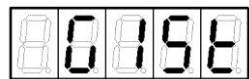

Рисунок 17
3. Нажимать кнопку или до появления на индикаторе слова "GIST" (рисунок 17).